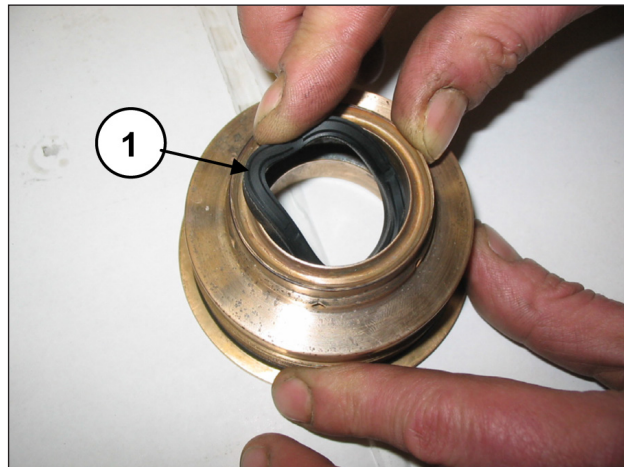

Fig. 149
Inserire la guarnizione di bassa pressione nel supporto guarnizione (pos. ①, Fig. 149) facendo attenzione al senso di montaggio che prevede il labbro di tenuta in avanti (verso la testata).